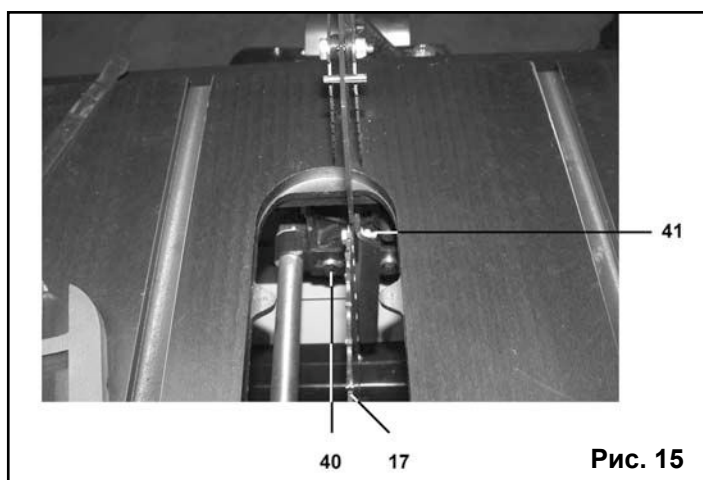

Рис. 15
9.2. Проверка вставки рабочего стола (Рис. 15а)
Рис. 15а